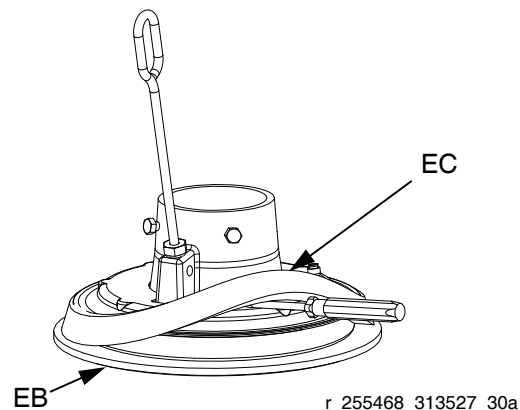

FIG. 16
2. *Lavorando dal basso*, utilizzare un cacciavite per allentare il distanziatore (EC). Spostare il distanziatore verso l'alto, completamente al di sopra della flangia della piastra. Vedere FIG. 16.